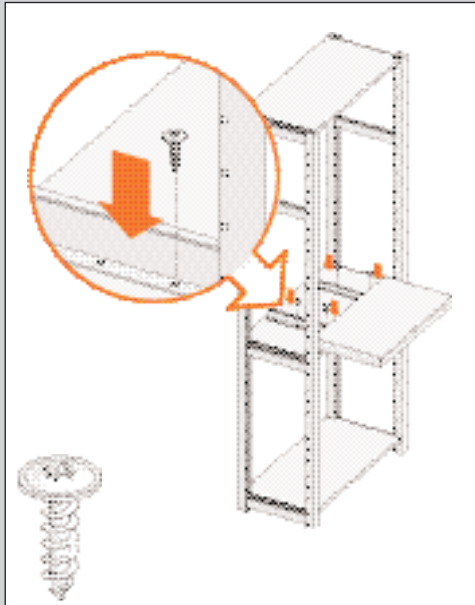

ABBILDUNG 84
- Schrauben Sie die übrigen Schrauben in den mittleren und vorderen Löchern der Schienen fest (siehe Abb. 84).